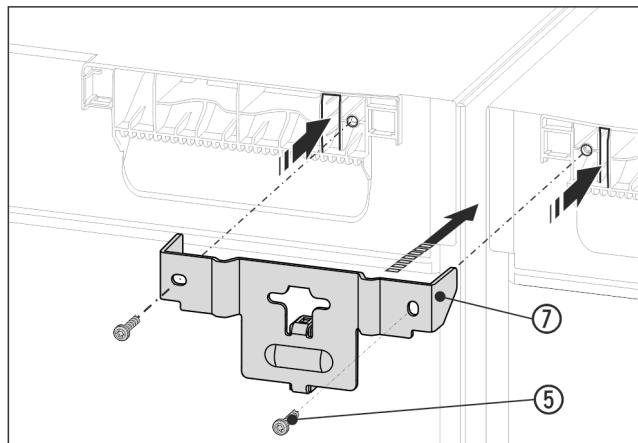

Fig. 15 Примерно изображение
- ▶ Вкарайте Ѹгъла Fig. 15 (7) с дистанционера между уредите и езичетата в тавана на уреда. Завинтете с 2 винта Fig. 15 (5).